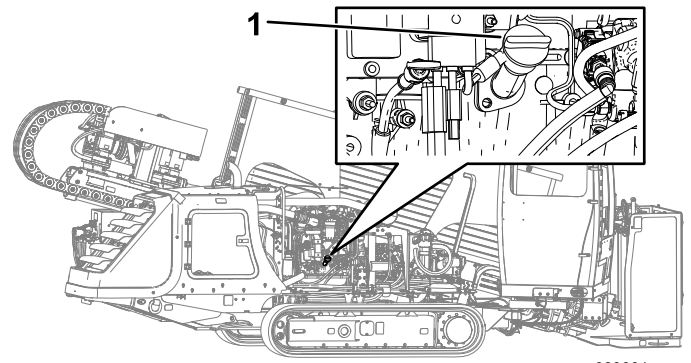

Figura 122
- A. Retire el tapón de llenado (Figura 122) y añada aceite hasta que el nivel llegue a la marca Alto. **No llene demasiado.**